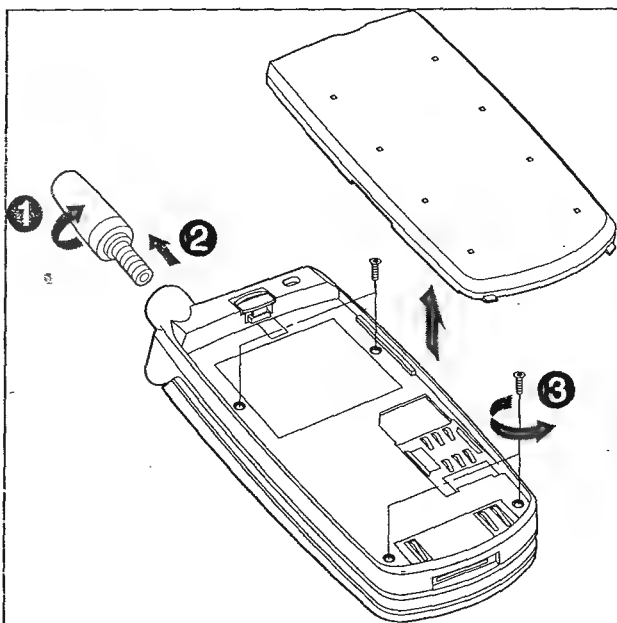

Рис. 2.5
- Снимают аккумуляторную батарею, выкручивают антенну и 4 винта (рис. 2.5);